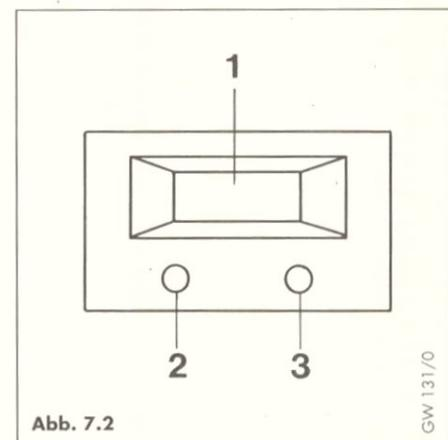
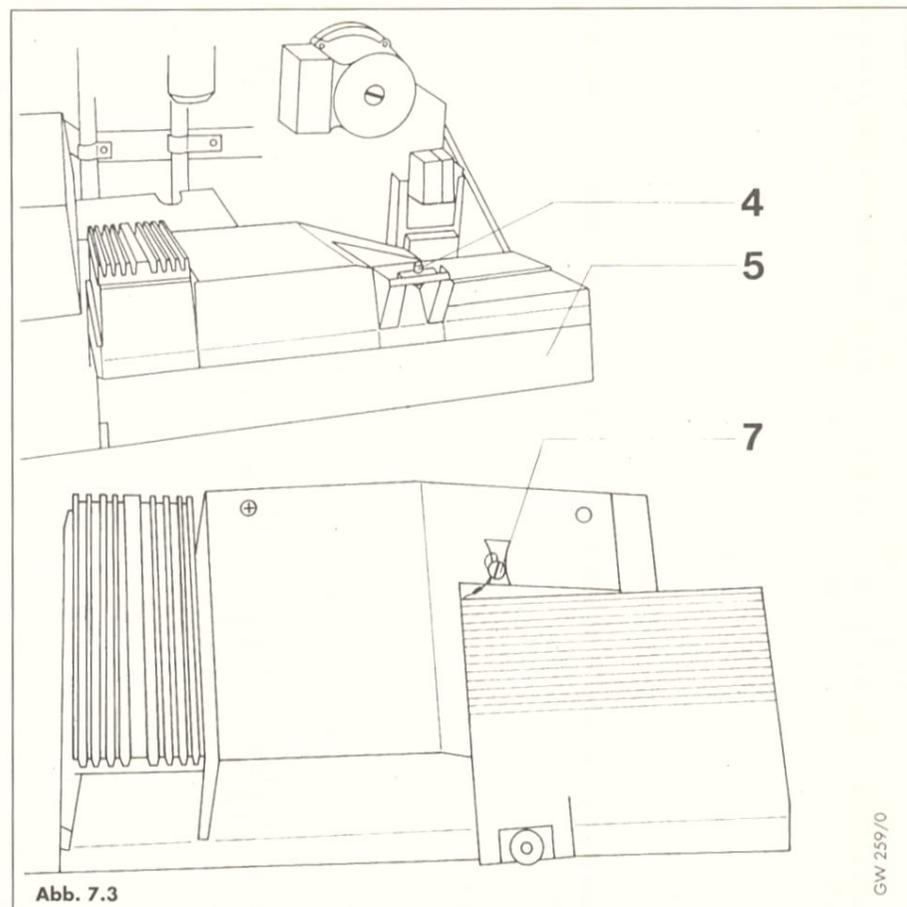

Abb. 7.2
Abb. 7.3
Das Gerät ist werkseitig auf die größte Wärmeleistung eingestellt (Potentiometer (7, Abb. 7.3) gegen Rechtsanschlag – entspricht Displaywert 80).
- Die beiden unter dem Display (1; Abb. 7.2) befindlichen Taster (2 und 3) mit Hilfe von Kugelschreibern o.ä. **gleichzeitig** kurz betätigen (im Display erscheint die Anzeige d0).
- Durch Betätigen des rechten Tasters (3) erfolgt im Display die Anzeige „80“.
- Unverlierbare Schraube (4; Abb. 7.3) lösen und Schaltkasten (5) nach vorn herausklappen. Rückwand nicht abnehmen.
Legende zu Abb. 7.2 und 7.3
- Am Potentiometer (7, Abb. 7.3) den ermittelten Displaywert einstellen.
- Durch Betätigen der beiden Taster (2 und 3, Abb. 7.2) sowie Umschalten des Betriebsartenschalters auf „Speicherbetrieb“ wird der Modus beendet.